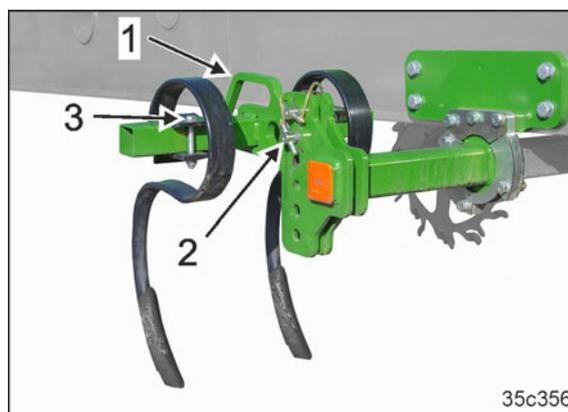

Fig. 187
1. Après le réglage de l'effaceur de trace, serrez la vis (Fig. 187/1) et bloquez-la avec un contre-écrou.
1. Maintenez l'effaceur de trace par la poignée (Fig. 187/1).
2. Retirer les axes (Fig. 187/2).